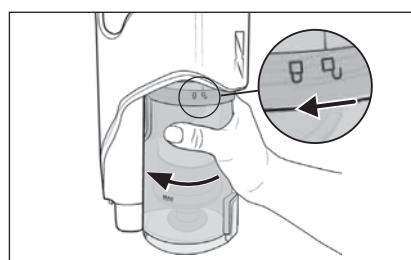

Abb. 19
- 2) Um den Staubbehälter 7 vom Gerät zu entfernen, drehen Sie ihn in Richtung des Symbols □ (öffnen), bis er sich vom Gerät lösen lässt (siehe Abb. 19).